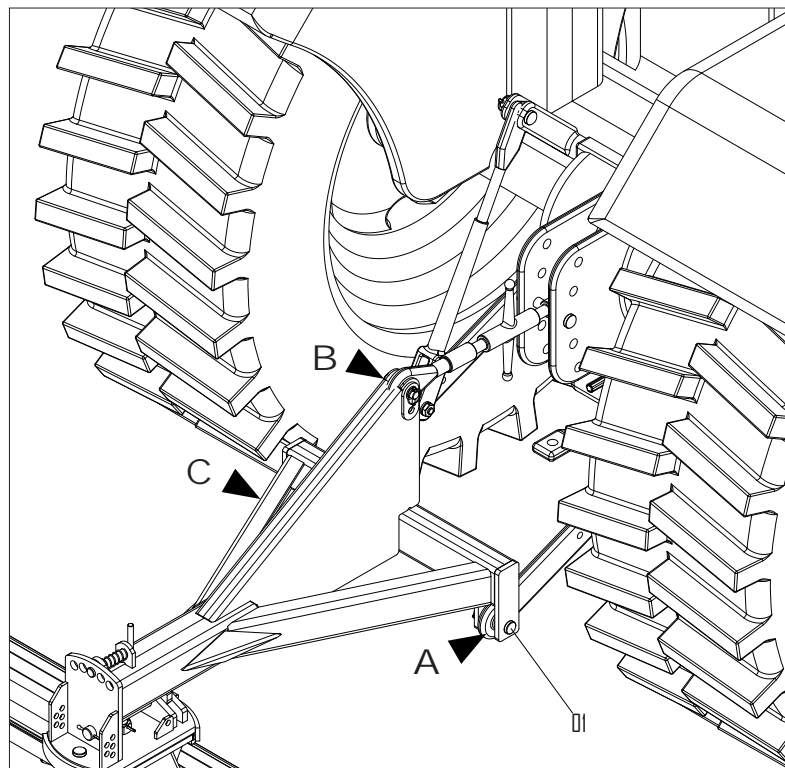

FIGURA 09
- Engate o braço inferior direito do trator com o pino de engate (01) *figura 09*, no suporte "A" da plaina.